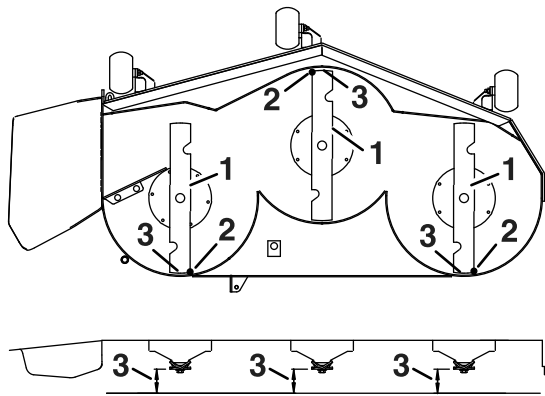

Figure 61
- Faites pivoter les lames avec précaution pour faire passer les pointes avant à l'arrière (Figure 61).
- Mesurez la distance entre la pointe de la lame avant et la pointe de la lame arrière par rapport à la surface plane (Figure 61).